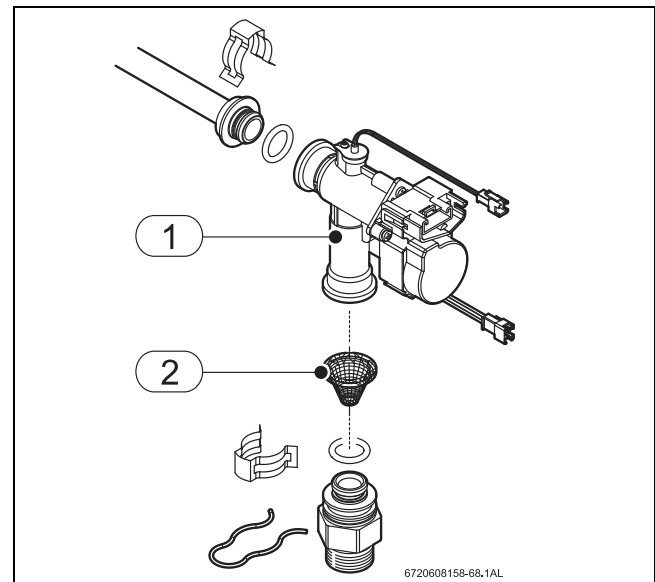

Рис. 55
- ▶ Від'єднайте від труби подачі води, див. Рис. 55.